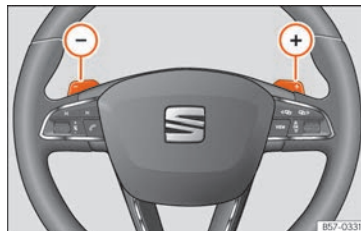

Abb. 247 Lenkrad: Hebel für Automatikgetriebe.
- Tippen Sie die Schaltwippe , um einen Gang hochzuschalten »» **Abb. 247**.